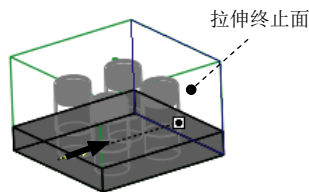

图 25.22 拉伸终止面
(3) 定义深度类型。在操控板中选取深度类型 ,选择图 25.22 所示的平面为拉伸终止面。
(4) 在“拉伸”操控板中单击 按钮,完成特征的创建。